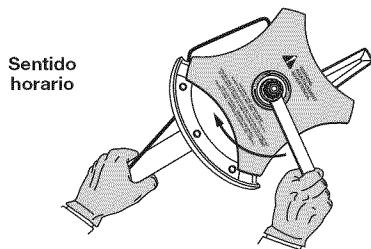

Fig. 5
- Sostenga la varilla de cierre en su lugar junto al brazo de la unidad (Fig. 5).
- Mientras sostiene la varilla de cierre, afloje la tuerca de la cuchilla girándola en sentido horario con una llave de casquillo o de boca cerrada de 5/8 de pulgada (Fig. 5).